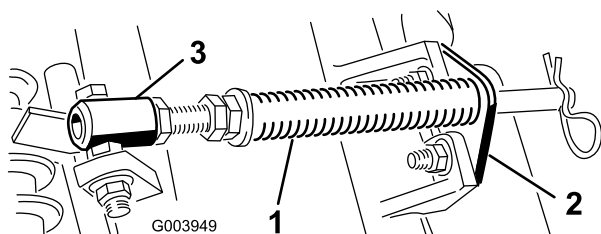

Figure 4
- A. Retirez les 2 boulons de carrosserie et les écrous qui fixent le support de tige aux pattes du plateau de coupe (Figure 4).
- B. Retirez l'écrou à embase qui fixe le boulon du tube de ressort à la patte du bâti porteur (Figure 4). Déposez l'ensemble.